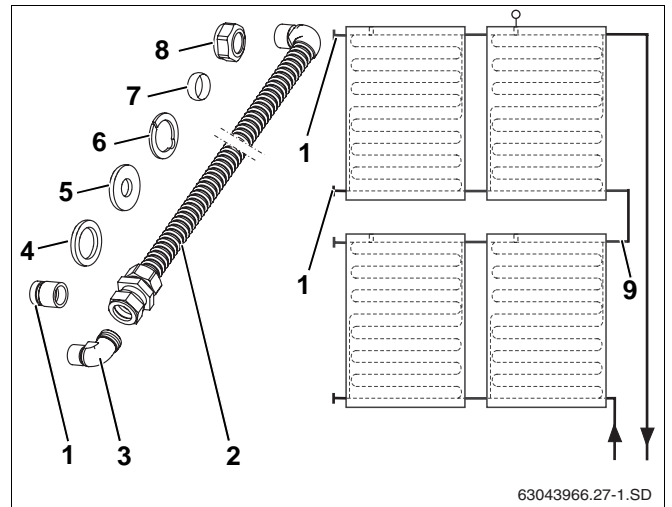

Bild 59 Schematisk framställning och leveransinnehåll
En förbindningsats (bild 59, **pos. 9**) kan erhållas som tillbehör. Den skapar en förbindelse mellan två solpanelsrader.
Leveransinnehåll (bild 59)
Förslut de solpanelsanslutningar som inte behövs med ändhylsorna (bild 59, **pos. 1**, se kapitel 6.1.2 "Montera ändhylsor", sidan 28).